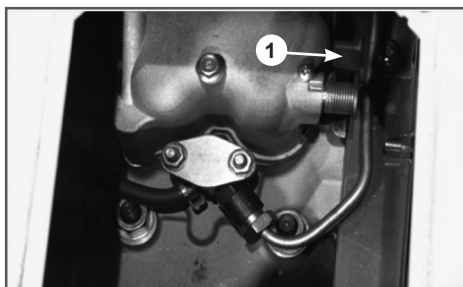

Рис. 13 Рычаг декомпрессора
8. Нажмите вниз рычаг декомпрессора (Рис. 13 п. 1) и, при нажатом вниз рычаге декомпрессора, прокручивайте двигатель электростартером, до тех пор, пока из ослабленного соединения штуцера насоса и трубки высокого давления топливо не начнёт выходить без пузырьков воздуха. При возникновении трудностей выполните данную операцию с помощником.